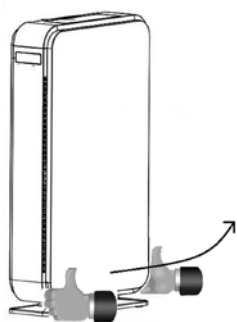

Figura 3
1. Rimuovere il pannello posteriore. Mettere entrambe le mani sull'arrotondamento sul fondo del pannello posteriore. Rilasciare quindi il pannello posteriore e rimuoverlo (figura 3).